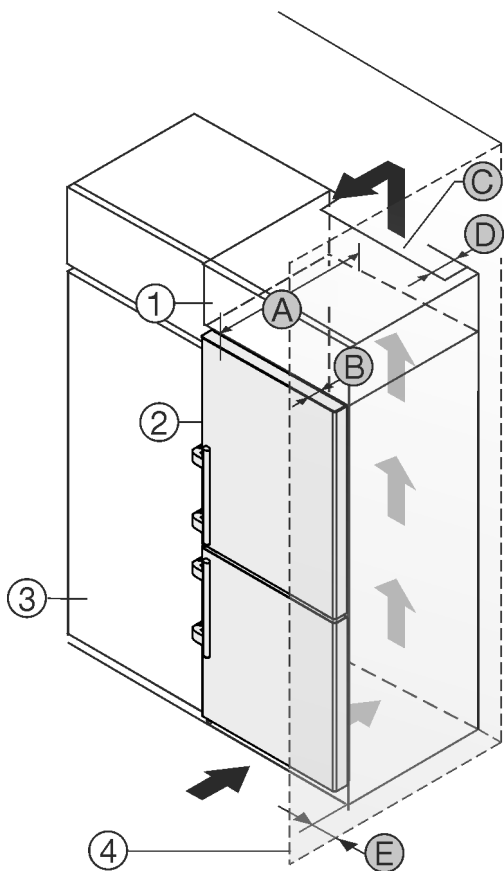

Fig. 51
Přístroj lze zabudovat do kuchyňských skříní. K vyrovnání přístroje Fig. 51 (2) na výšku kuchyňské linky lze na přístroj nasadit nástavec Fig. 51 (1).
Přístroj lze instalovat přímo vedle kuchyňské skřínky Fig. 51 (3). Aby bylo možné dvířka plně otevřít, musí přístroj přesahovat o hloubku Fig. 51 (B) vůči přední linii kuchyňské skřínky. V závislosti na hloubce kuchyňských linek a použití vymežovačů odstup od stěny může přístroj vyčnívat dále.
- Na zadní straně nastavné skřínky musí být větrací šachta hluboká Fig. 51 (D) přes celou šířku nastavné skřínky.
- Pod stropem místnosti musí být dodržen ventilační průřez Fig. 51 (C).
Pokud je přístroj se závěsy instalován vedle stěny Fig. 51 (4), musí být dodržena vzdálenost Fig. 51 (E) mezi přístrojem a stěnou. To odpovídá přesahu madla při otevřených dveřích.